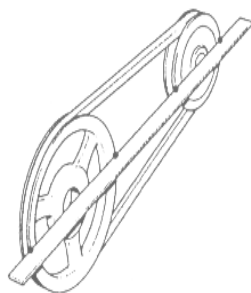

Рисунок 16 - Проверка перекоса ремня
Во избежание чрезмерного износа ремня, после того как он отрегулирован и крепежные гайки двигателя затянуты, проверить линейкой отсутствие перекоса ремня по положению обоих шкивов на прямой линии (рисунок 16).
- (рисунок16) по часовой стрелке, чтобы увеличить давление, и против часовой стрелки – чтобы уменьшить;